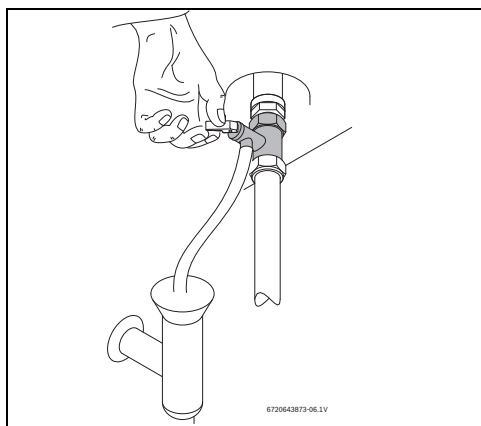

Fig. 12 Aprire manualmente la valvola limitatrice di pressione
- Aprire la valvola limitatrice di pressione (fig. 12).
- ▶ Aprire manualmente la valvola by-pass almeno una volta al mese (fig. 12).